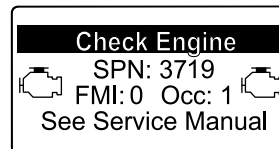

Figure 40
- Si une régénération de récupération est nécessaire, l'InfoCenter affiche l'avertissement SPN 3719, FMI 16 (Figure 40) et l'ordinateur du moteur réduit la puissance du moteur à 85 %.